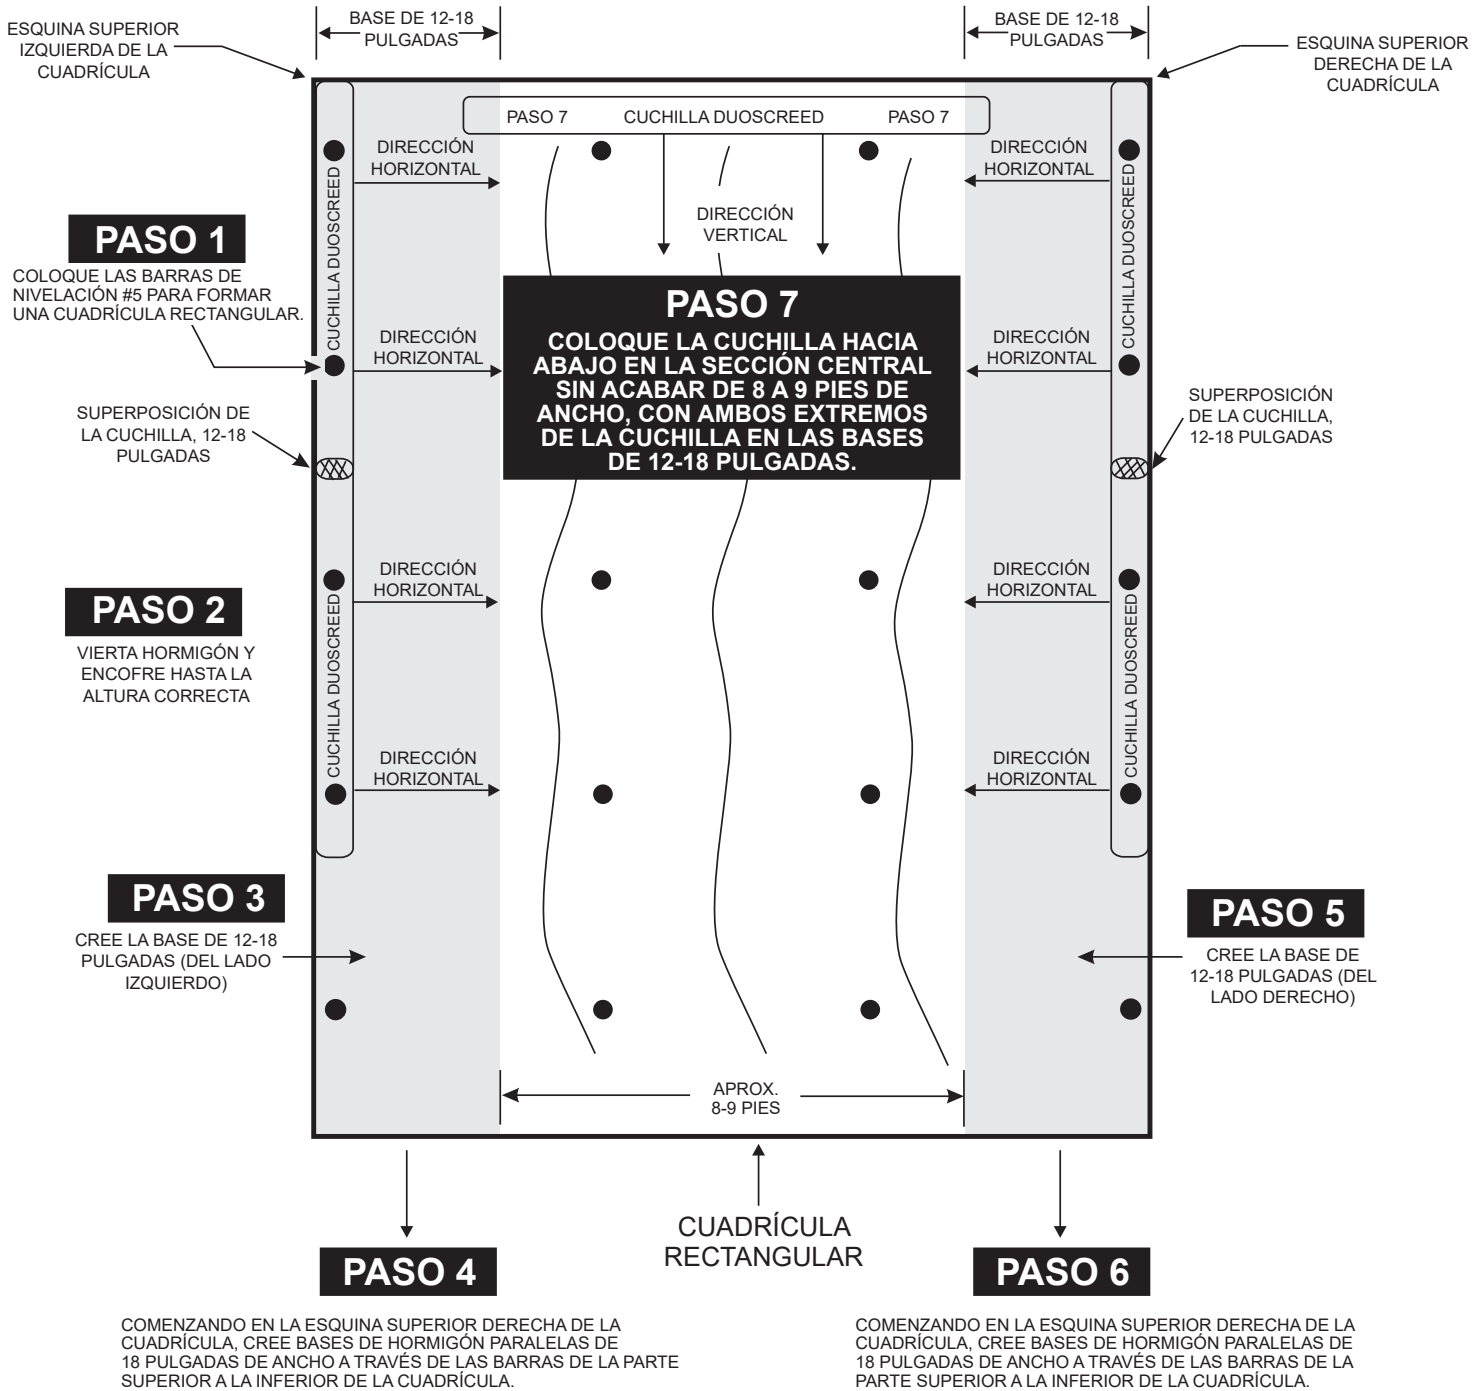

Figura 17. Aplicación húmeda de la DuoScreed
- Coloque la cuchilla de la DuoScreed hacia abajo en la base de hormigón, en la esquina más a la **izquierda** de la cuadrícula entre las dos barras, como se muestra en la Figura 17. Ajuste el manubrio de la DuoScreed a una altura a la cual los operadores no estén inclinados, sino en posición vertical con los brazos hacia adelante.
- Después de una pasada completa sobre las primeras barras, quite la DuoScreed de la base de hormigón y colóquela sobre las segundas barras (Figura 17), superponiéndose a las primeras entre 12 y 18 pulgadas. Repita este proceso hasta que todas las barras del borde **izquierdo** tengan una base nivelada entre 12 y 18 pulgadas de ancho.